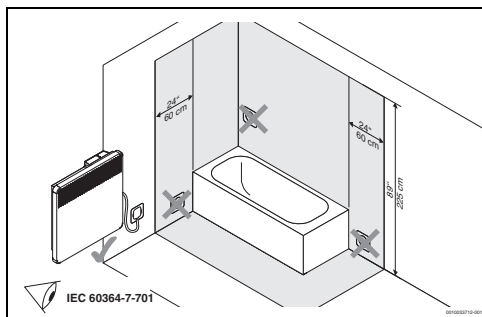

Fig. 3
Le convecteur ne doit être mis en place ou monté qu'en dehors de la zone de sécurité (représentée en gris → fig. 3, page 53). Pour cela :
- Le convecteur ne doit être mis en place ou monté qu'en dehors de la zone de sécurité (représentée en gris → fig. 3, page 53).